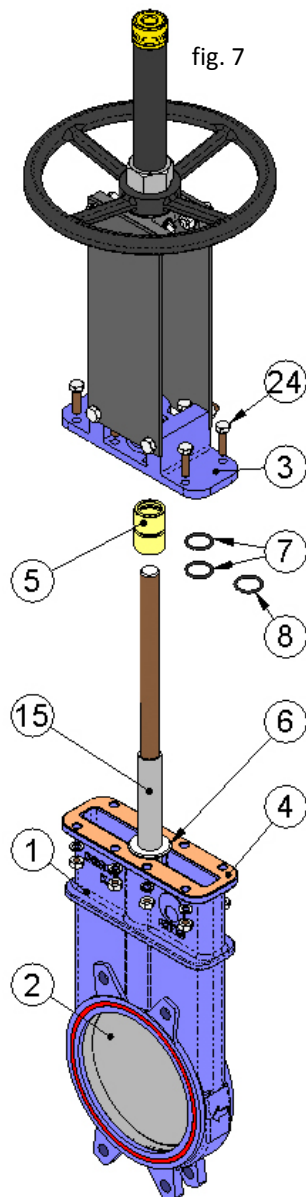

fig. 7
8. Antes de proceder à montagem é recomendável aplicar vaselina no casquilho (5) para facilitar a montagem e o posterior bom funcionamento da válvula (não usar óleo ou massa lubrificante); na tabela 4 (referida anteriormente) mostramos as características da vaselina utilizada pela CMO.
10. Colocar o casquilho (5), com as respectivas juntas tóricas (7 e 8) e a anilha da barreira (6) na sua posição original.
11. Recoloque a tampa (3) da haste (15), para colocá-lo em sua posição original no corpo (1).
12. Assegurar-se de que a junta do suporte (4) entre a tampa (3) e o corpo (1) não está danificada (caso contrário, proceder à sua substituição).
13. Apertar cuidadosamente todos os parafusos (24) da tampa (3) de modo cruzado.
16. Submeter a válvula a uma pressão na linha, verificando se existem fugas entre a tampa (3) e o corpo (1) ou entre a haste (15) e a tampa (3).
**Nota:** os números entre parênteses referem-se à fig. 7.